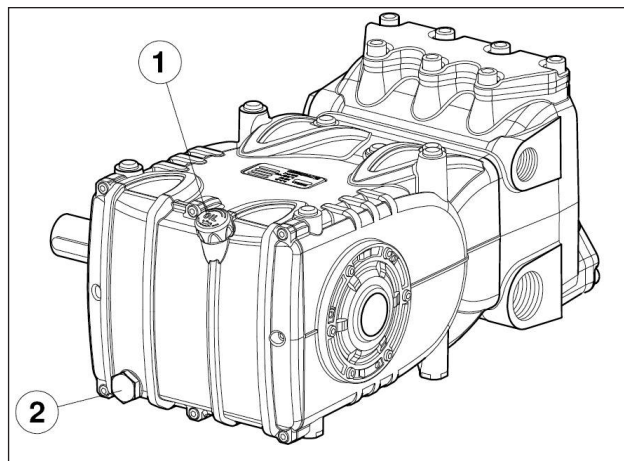

图 3
通过油位尺 ①，图 3。
正确的油位检查必须在泵处于室温时进行，换油必须在泵处于工作温度时进行，首先拆除油位杆（部件号 ①），随后拆除塞子（部件号 ②，图 3）。
使用温度探针插入到排油塞内，部件 ②，图3。